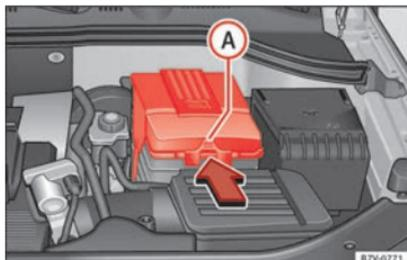

Fig. 248 No compartimento do motor: retire a tampa da bateria do veículo.
- No caso de uma tampa: pressione a lingueta » **Fig. 248**  no sentido indicado pela seta e retire para cima a cobertura.